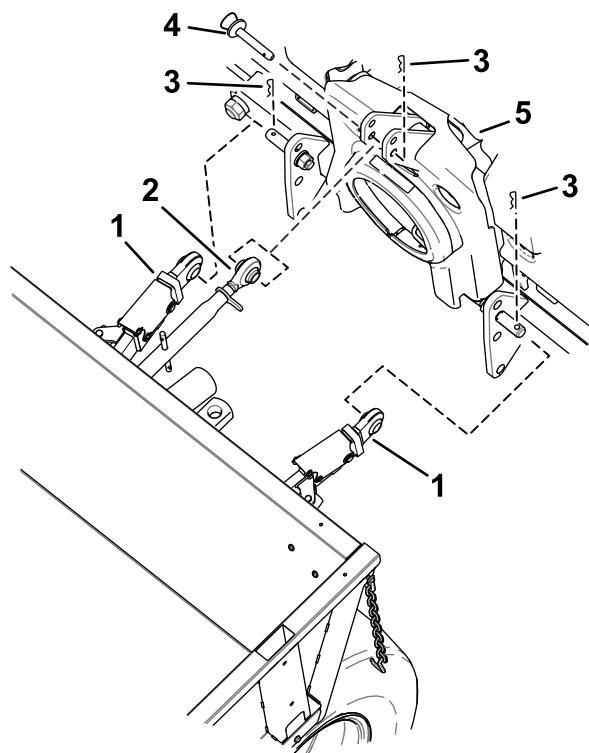

Figure 29
1. Faites reculer la machine lentement et alignez les bras d'attelage sur les accouplements inférieurs de l'outil (Figure 29).
2. Fixez les bras d'attelage à l'outil (Figure 29).
3. Positionnez le bras supérieur sur l'accouplement supérieur de l'outil (Figure 29).
4. Fixez le bras supérieur à l'outil (Figure 29).
4. Déposez le bras supérieur de l'outil (Figure 29).
5. Déposez les bras d'attelage de l'outil (Figure 29).